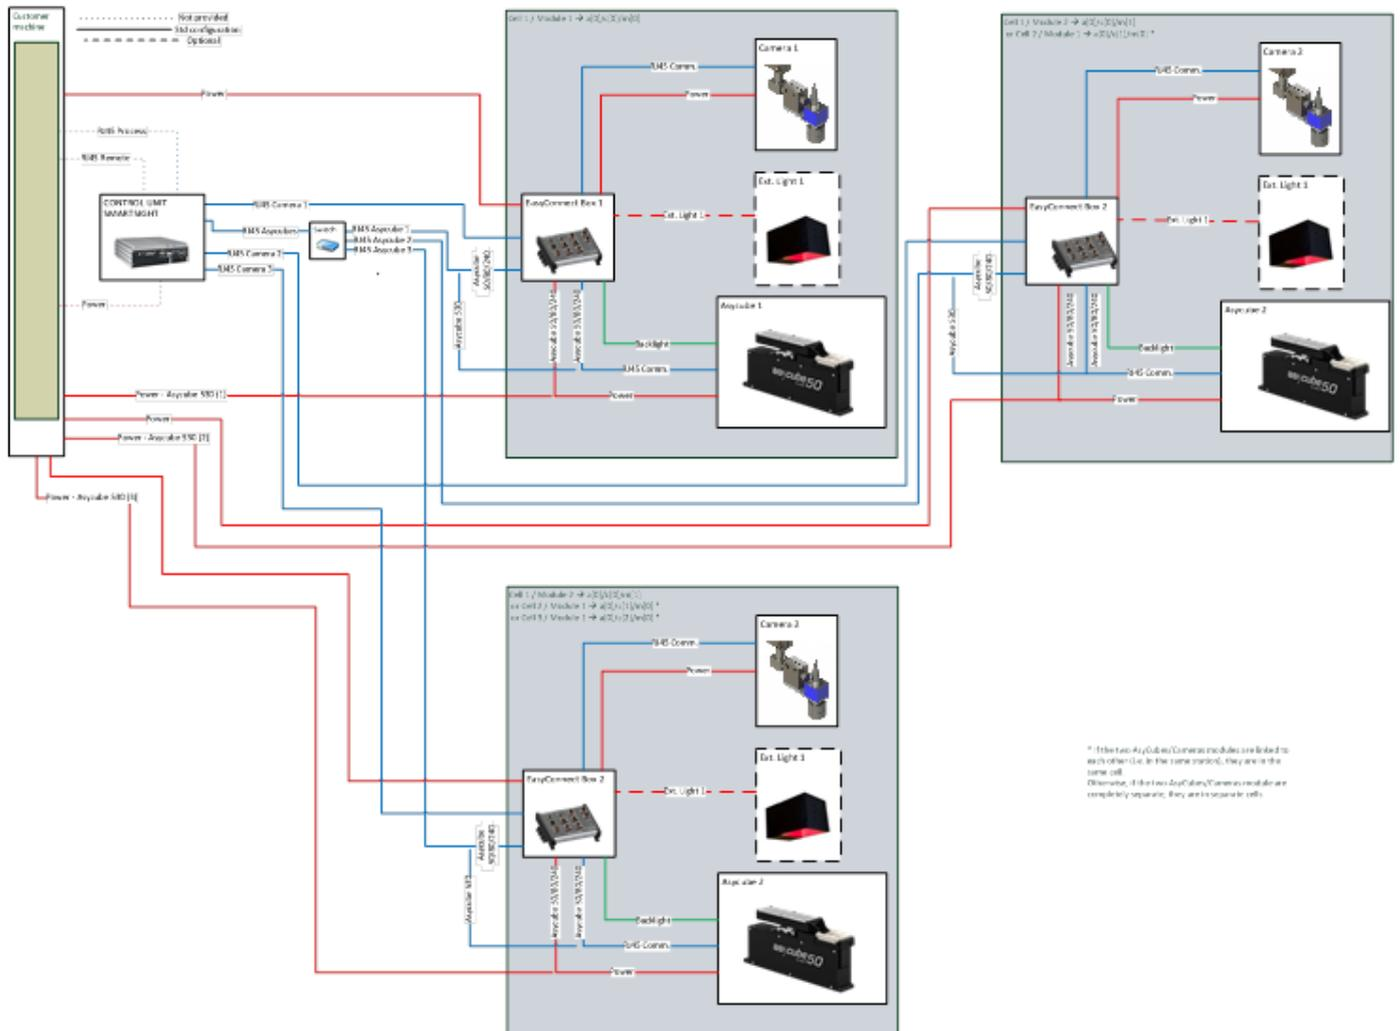

Figure 2-9 : Diagramme général d'une triple configuration de base
- Triple configuration de base (Figure 2-9)